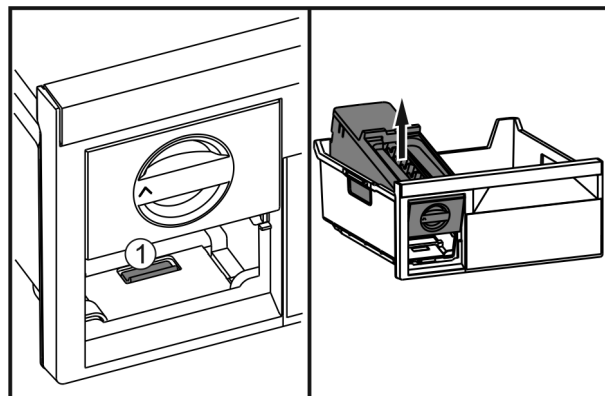

Fig. 39
- ▶ Натиснете езичето Fig. 39 (1), повдигнете EasyTwist-Ice отзад и извадете от чекмеджето на фризера.